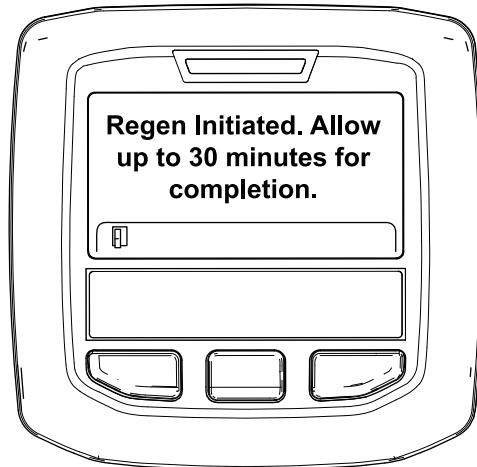

図 56
- 再生許可の場合には Regen Initiated 再生を開始しましたと表示。再生が終了するまで、最大 30 分間が必要。終了まで待つ図 56。